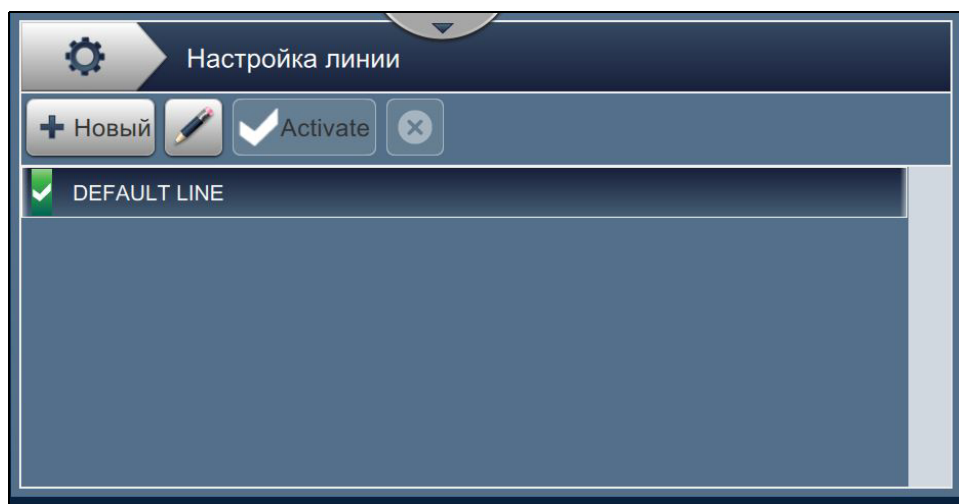

Рис. 6-5: Наладка линии
1. Нажмите кнопку  на экране «Инструменты». Откроется экран «Наладка линии», как показано на Рис. 6-5.